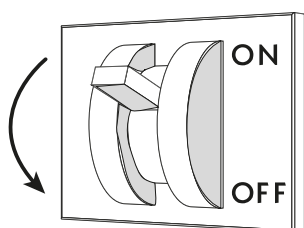

Fig. 38
- Couper la tension électrique au meuble réfrigéré en intervenant sur l'interrupteur-sectionneur général mural ("Fig. 38").